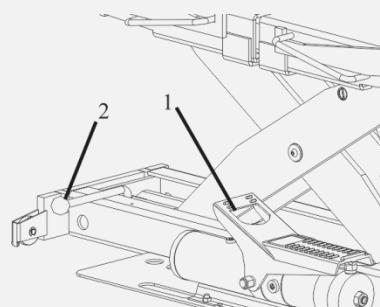

Рисунок 40
1. Без нагрузки выжмите педаль (1/рисунок 40) насоса, чтобы поднять траверсу на весь ход штока, для проверки работоспособности.
2. Проверьте защелки безопасности, подняв траверсу до первой безопасной позиции (высота около 444 мм) и потом, подняв траверсу, высвободите защелки безопасности и в то же время поверните рычаг безопасности (2/рисунок 40).
3. Проверьте защелки безопасности, подняв траверсу до второй безопасной позиции (высота около 351 мм) и потом, подняв траверсу, высвободите защелки безопасности и в то же время поверните рычаг безопасности (2/рисунок 40).